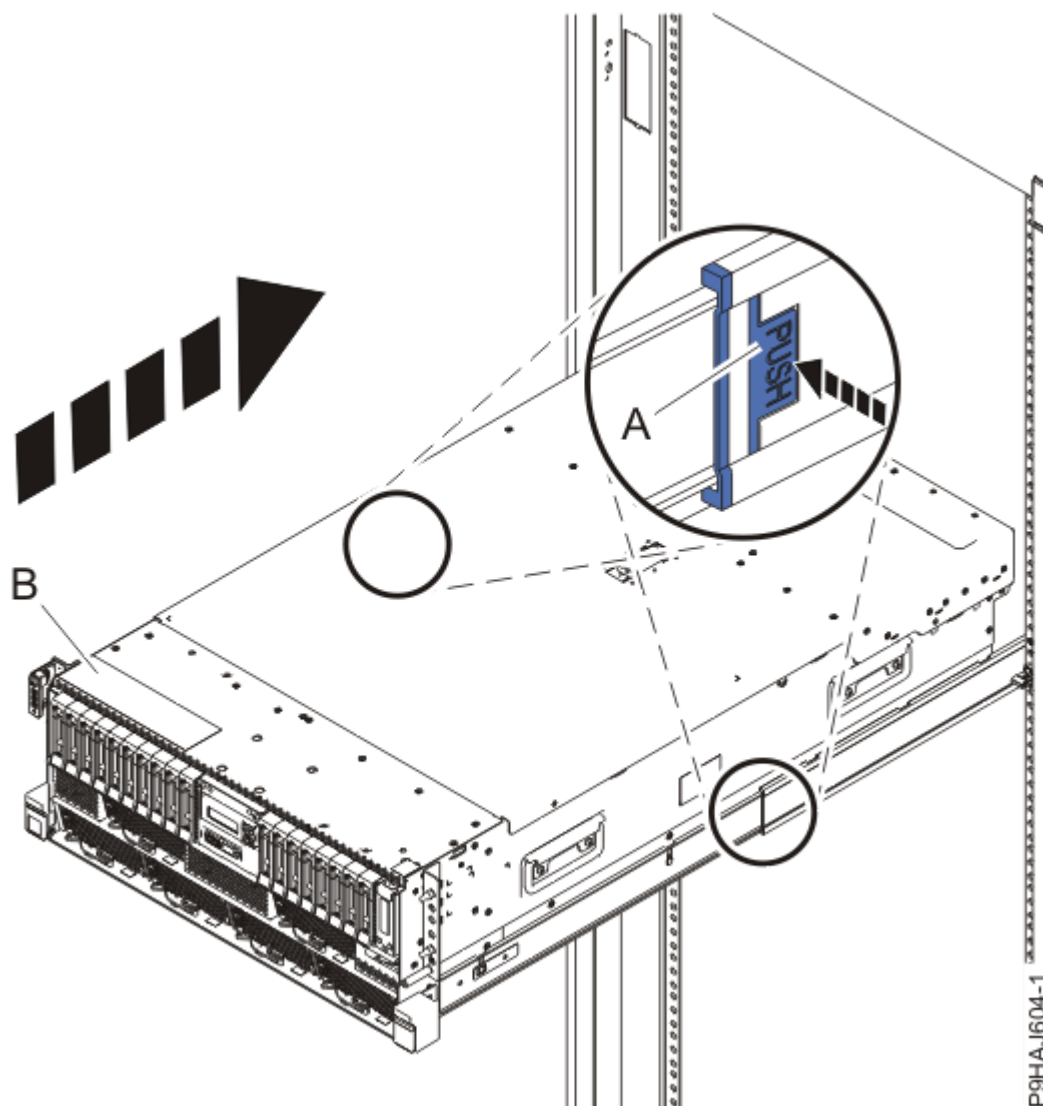

Figura 20. Colocación del sistema en la posición operativa
3. Para un sistema montado en bastidor, desbloquee los pestillos de seguridad de color azul de los rieles **(A)**, tal como se muestra en la Figura 20 en la página 22 presionándolos hacia dentro.